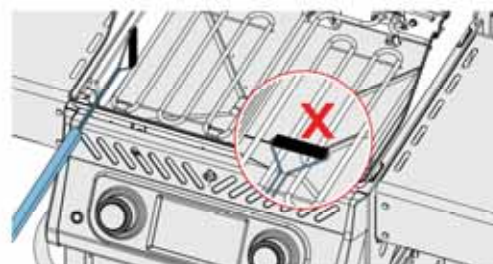

Fig. 7
2. Utilisez une brosse en laiton douce pour nettoyer les débris lâches. Brossez tous les débris à l'intérieur de l'appareil dans le bac à graisse amovible. NE PAS utiliser la brosse sur les brûleurs électriques. (Fig. 7)